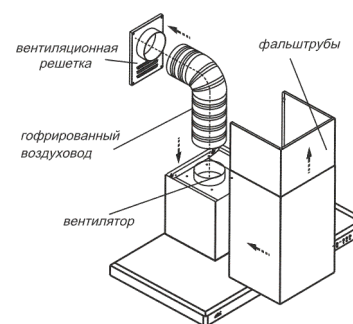

рис. 7
6.3 В зависимости от режима эксплуатации вытяжки соедините вентилятор с вентиляционной решеткой полужестким гофрированным воздуховодом (рис. 7) или установите на вентилятор **угольные фильтры\***. Угольные фильтры устанавливаются на защитные корпуса вентилятора (рис. 8, 8А)
- будьте осторожны при установке фальштруб (рис. 7), не повредите поверхности из нержавеющей стали. Их легко поцарапать.